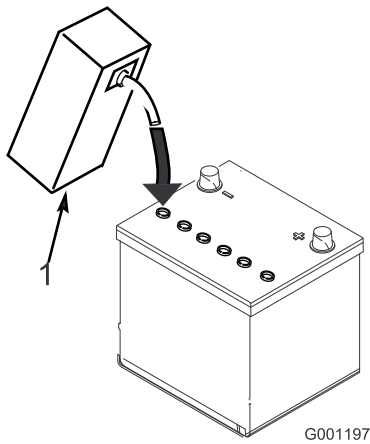

Figure 7
3. Versez de l'électrolyte avec précaution dans chaque élément jusqu'à ce que les plaques soient recouvertes d'environ 6 mm de liquide (Figure 7).
- Attendez environ 20 à 30 minutes pour que les plaques aient le temps de s'imprégner d'électrolyte. Faites l'appoint au besoin pour que le niveau de liquide monte à 6 mm en dessous du creux de remplissage (Figure 7).